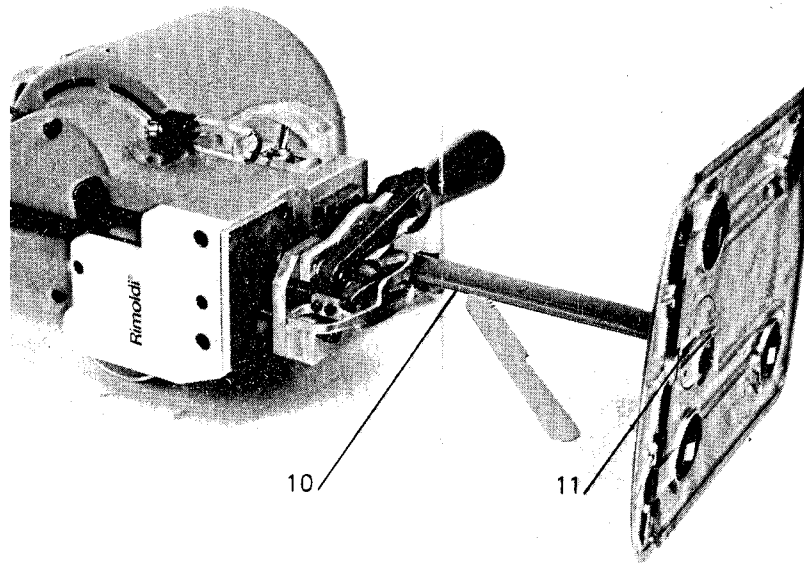

Fig. 3
- Clean the blade guide 10 in fig. 3 and fig. 6 and the slot in the base plate 11 in fig. 3 and fig.6 using the special instrument provided
- Die Messerführung 10 Fig.3 und Fig. 6 und den Schlitz des Maschinenfusses 11 Fig.3 und Fig.6 mit dem entsprechendem als Zubehör mitgeliefertem Werkzeug reinigen
- Limpiar la guia -cuchilla 10 fig.3 y fig.6 y la radura del pie del soporte de cuchilla 11 fig.3 y fig.6 con el instrumento apropiado.
Every day: Remove the blade and clean the blade guide 10 in fig. 3 and the base plate slot 11 in fig. 3 with the special tool provided (see fig. 3)
Jeden Tag: Die Klinge ausbauen und Messerführung 10 Fig.3 und den Schlitz des Maschinentusses 11 Fig.3 mit entsprechendem als Zubehör mitgeliefertem Werkzeug (siehe Fig. 3) reinigen.
Diariamente: Retirar la cuchilla y limpiar la guía de la cuchilla 10 fig. 3